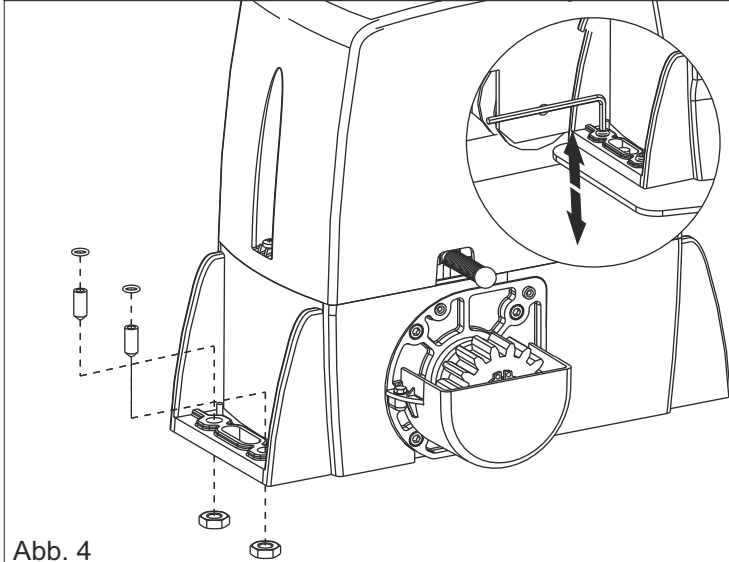

Abb. 4
4.1. Die 4 Stifte in die dafür vorgesehenen Bohrungen einsetzen, sodass die Höhe des Antriebs auf der Platte eingestellt werden kann (Abb. 4). **Am Ende der Installierung überprüfen ob die Befestigungsschrauben fest an die Grundplatte greifen.**